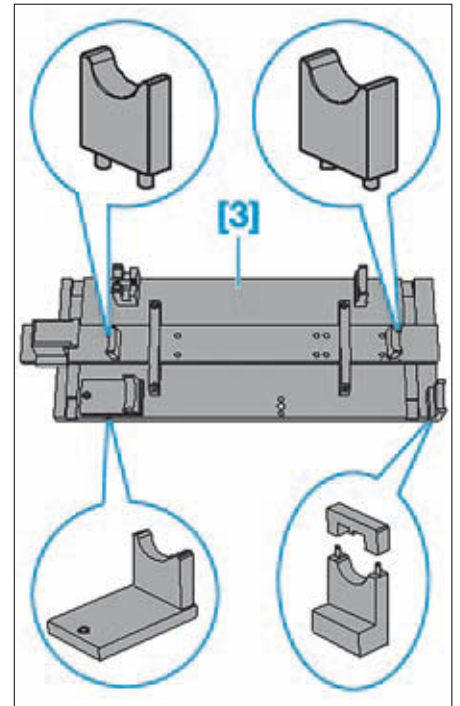

FIG. 72
- [3]. Outil de positionnement des arbres à cames sur le carter de paliers supérieur (réf Audi : T40094) (Fig.72).
- Préparer l'outil [3] (Fig.72).